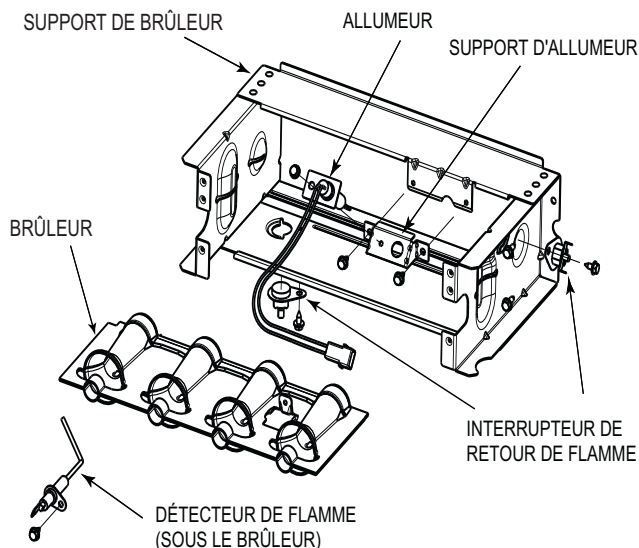

Figure 69 – Ensemble de brûleur
6. Retirez les vis qui fixent l'ensemble de brûleur au panneau cellulaire. Consultez la figure 69.